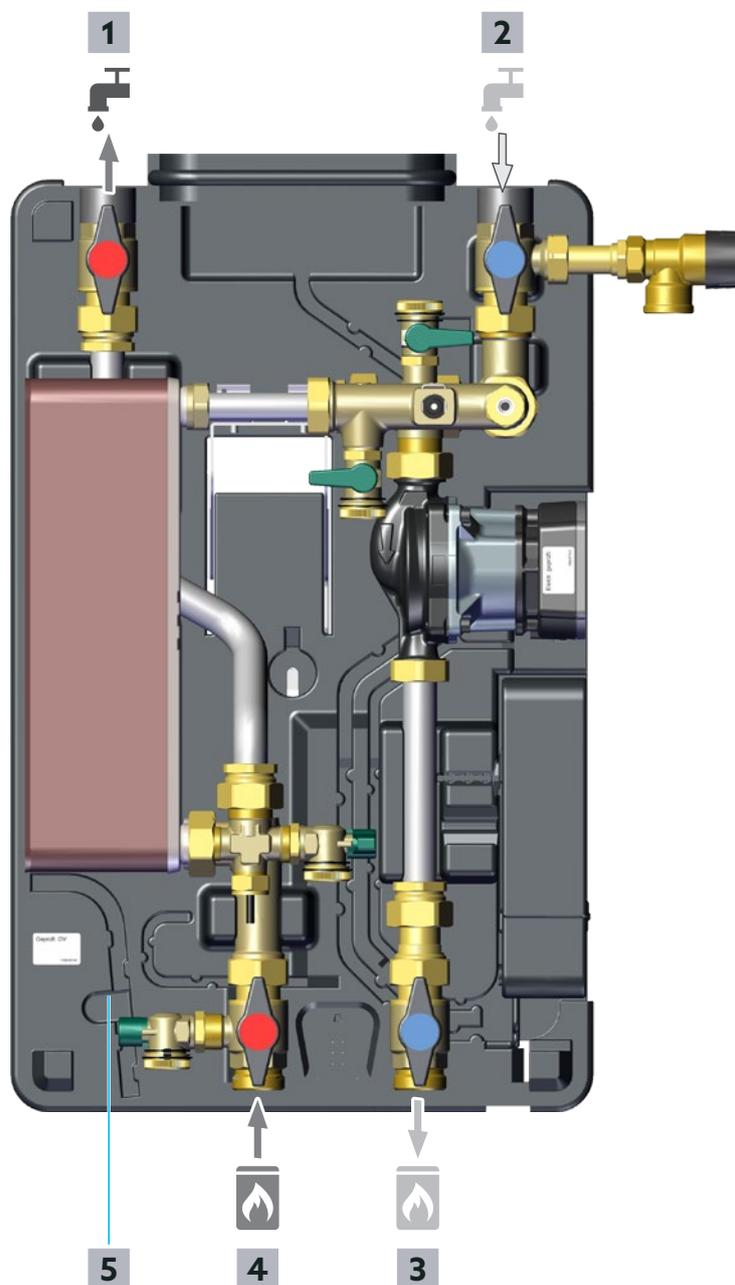

Fig. 14 - Descrizione del funzionamento
- All'occorrenza, montare il più possibile vicino all'attacco dell'acqua fredda del modulo un filtro acqua sanitaria (TF) supplementare (accessorio Oventrop).
-  Montare un dispositivo antiriflusso (4 in Fig. 4 a pagina 14) nella mandata dell'acqua potabile fredda (2 in Fig. 14 a pagina 22) per separare l'acqua potabile fredda da quella precedentemente riscaldata all'interno della postazione.